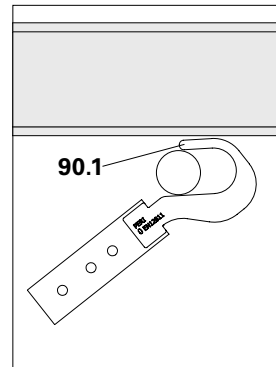

Abb. A11.01a
1. Adapter Hängegerüst UEH ca. 45° schräg stellen und Klauen (90.1) zwischen Gerüstrohr und Flanschträger hindurchschieben. Die runde Innenkontur des Adapter Hängegerüst muss am Gerüstrohr anliegen. (Abb. A11.01a)